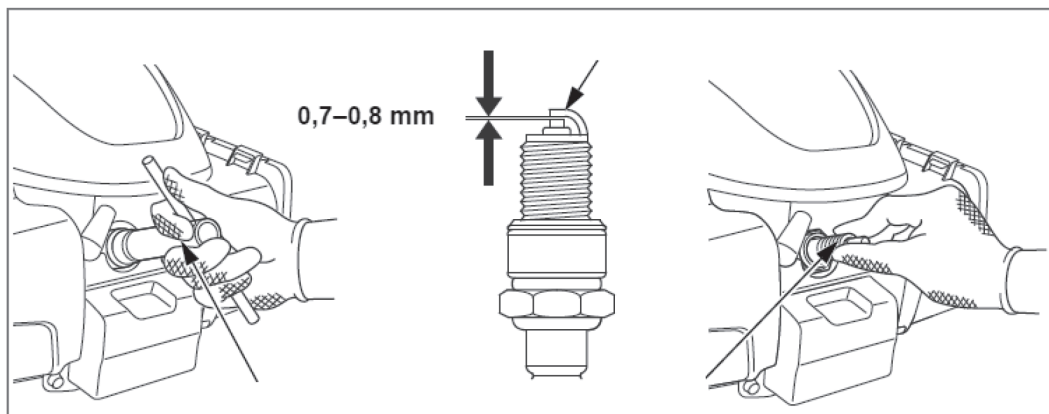

Рис. 24
- Праверце зазор паміж электродамі свечкі запальвання. Ён павінен складаць 0,7-0,8 мм (рис. 24). Пры неабходнасці адрэгулюйце зазор.